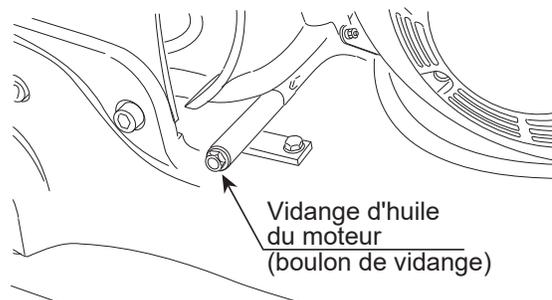

Figure 27. Vidange de l'huile moteur
1. Enlevez le boulon de vidange d'huile (Figure 27) et la rondelle d'étanchéité et laissez l'huile s'écouler dans un contenant approprié.